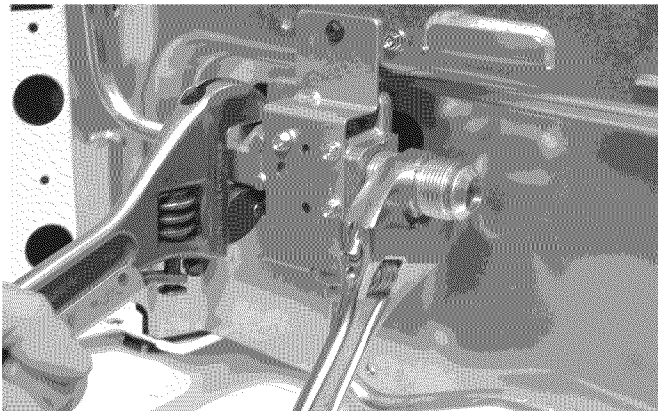

Fig. 4d
**NOTA:** Asegúrese de **estabilizar** el costado izquierdo del regulador de presión usando una llave ajustable antes de apretar CUALQUIER accesorio al regulador de presión (consulte la fig. 4d).